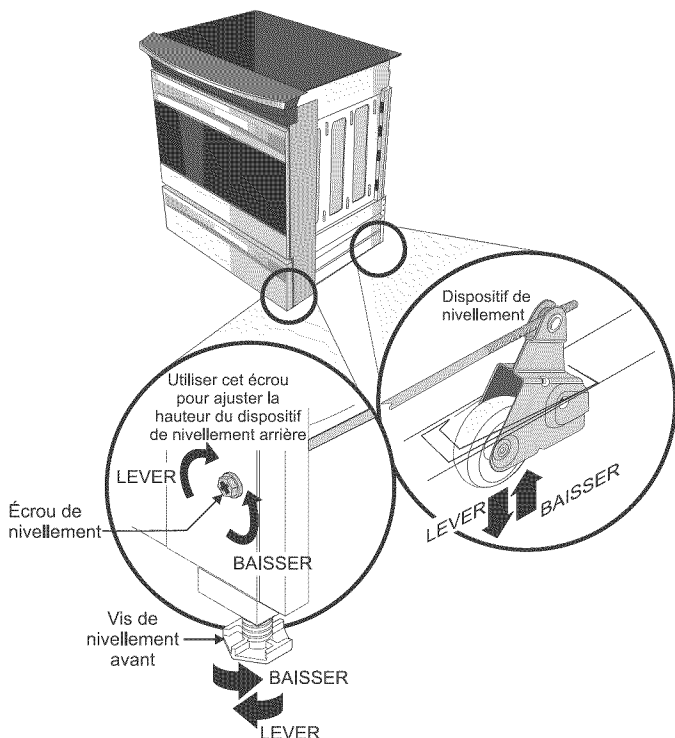

Figure 16
2. Ajustez les pieds de l'appareil, comme décrit plus loin, jusqu'à ce que le dessous de la surface de cuisson s'appuie délicatement sur le dessus du comptoir et soit à niveau (Figure 16).